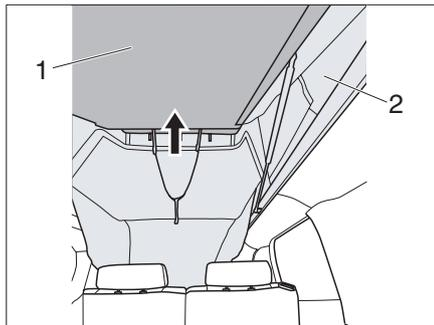

Bild 28 Aufstelldach hochstellen
- ▶ Aufstelldach (Bild 28,2) nach oben drücken.
- ▶ Liegefläche (Bild 28,1) für Stehhöhe nach oben klappen.